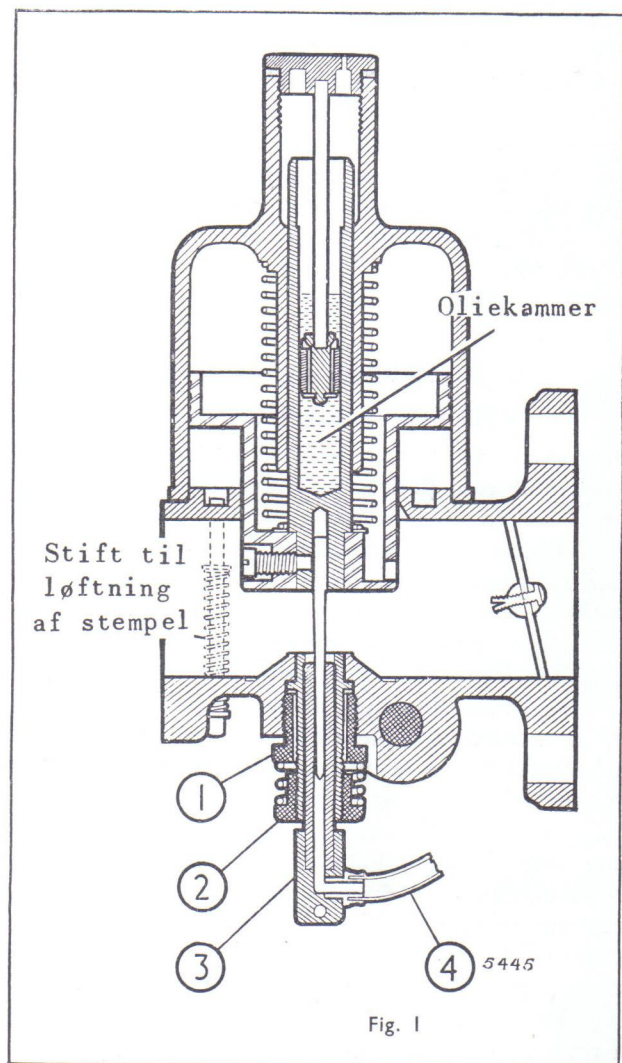
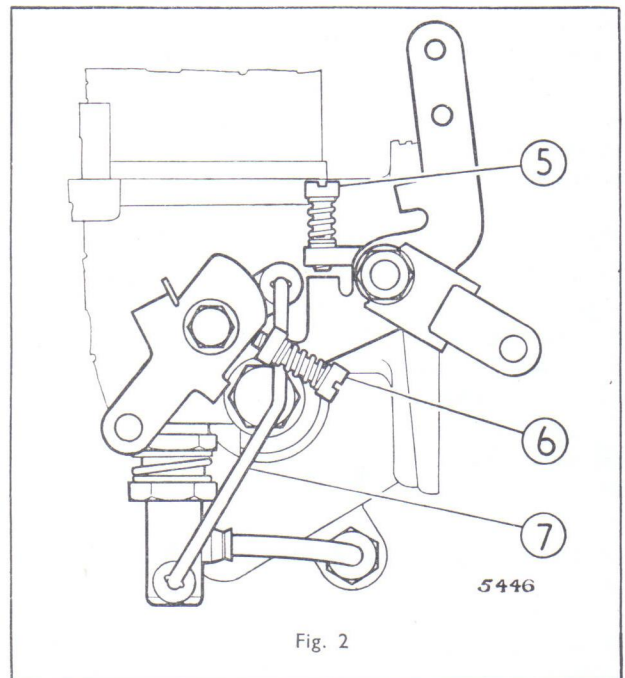

Fig. 1
Fig. 2
Idet man går ud fra, at nålen er den korrekte i henhold til fabrikkens forskrifter, er det kun tomgangen, man skal justere, når karburatoren skal indstilles, og dette gøres ved at bevæge tomgangsskruen (5. fig 2) og justeringsmøtrikken (2. fig. 1), men før man går i gang med en justering, er det vigtigt, at motoren har opnået sin normale arbejdstemperatur.
Tomgangsskruen (5. fig. 2) skal indstilles således, at man får en hurtig, jævn tomgang (som senere kan reduceres, efter at strålerøret er blevet justeret), derefter justeres strålerørsmøtrik (2. fig. 1) for den givne stilling af tomgangsskruen (5. fig. 2).
Når den korrekte blanding således er fundet, vil motoren muligvis gå hurtigere i tomgang. Det vil derfor være nødvendigt at skrue tomgangsskruen (5. fig. 2) en smule ud for at nedsætte tomgangshastigheden.
Hvis retur fjederen for strålerøret midlertidigt har været fjernet for lettere at komme til at justere møtrikken for strålerøret (2. fig. 1), bør man være opmærksom på, at strålerørets bryst altid ligger hårdt an mod møtrikken (2. fig. 1).
Træk chokerknappen på instrumentbordet så langt ud, uden at strålerøret bevæges (1 eller 2 hak) og juster så chokerknastens skrue (6. fig. 2) til en hastighed af ca. 1000 omdrejninger pr. minut med varm motor.
Lad motoren arbejde, til den har opnået sin driftstemperatur og tag så luftfiltrene af. Slæk trækarmene på forbindelsesstangen mellem gasspjældakslerne. Skru tomgangs-reguleringsskruerne (5 på fig. 2) så langt ud, at gasspjældene lukker helt, og lad dem derpå åbne ved at dreje skruerne $1\frac{1}{2}$ omgang ind.
Afmonter vacuumklokke og -stempel samt chokerkablet (et stramt kabel vil påvirke vippearmen). Drej derpå strålerørets indstillingsmøtrik (2 på fig. 1), indtil strålerørets munding står i plan med »broen« eller så nært i plan med »broen« som muligt, således at
strålerørene i begge karburatorer står ens i forhold til »broen«. Monter vacuumstempler og vacuumklokker igen og kontroller, at alle stempler kan falde frit og uhindret ned mod broen (ved hjælp af de fjederbelastede løftestifter). Drej derefter strålerørets indstillingsmøtrik to hele omdrejninger nedad (svarende til 12 flader på møtrikken). Start motoren igen og juster tomgangs-reguleringsskruerne (5 fig. 2), indtil den ønskede tomgangshastighed er nået (angivet af ladelampen). Husk at hver tomgangsskrue skal drejes nøjagtig lige meget. Ved derefter at lytte til den hvislende støj i indsugningen og samtidig justere på tomgangsskruerne, indtil lyden er ens i begge indsugninger, kan man synkronisere gasspjældene.
Når synkroniseringen af gasspjældene er i orden, skal blandingen indstilles ved at skrue begge strålerørs indstillingsmøtrikker lige meget op eller ned, indtil man har fundet den hurtigste jævne tomgangshastighed uden udsættere. Da det ved justering af blandingen er nødvendigt, at strålerøret ligger godt an mod indstillingsmøtrikken, må man samtidig med justeringen trykke strålerøret opad. Efter indstilling af blandingen er det muligt, at motoren i tomgang kommer højere op i omdrejninger. I så fald må tomgangsskruerne (5 på fig. 2) skrues en smule tilbage – begge to lige meget – for at nedsætte tomgangshastigheden.
Monter chokerkablet igen og kontroller, at strålerørens bundstykker kommer helt op og ligger an mod undersiden af indstillingsmøtrikken, når chokerknappen på instrumentbrættet skubbes helt ind. Træk dernæst chokerknappen så langt ud, den kan komme, uden at strålerørene sænkes (ca. 1/2" = 10-12 mm eller 1-2 hak) og juster de to chokerknastskruer (6 på fig. 2) til ca. 1000 omdr./min., når motoren er varm.
- Afmonter chokerens forbindelse til strålerørets bundstykke (7 på fig. 2).
- Afmærk med en blyant eller farve den del af bundstykket, der vender mod karburatorens indsugning, så man er sikker på, at udskæringen i bundstykket kommer til at vende på samme måde, som det sad, da vippearmen (eller trækarmen) var på plads. Skru unionen, der holder nylonrøret fast på svømmerhuset, af og træk røret og strålerøret ud sammen. Afmonter justeringsmøtrikken (2 på fig. 1) og tag låsefjederen af. Skru så atter justeringsmøtrikken på og drej den så højt op, den kan komme, hvorefter strålerøret sættes op i den stilling, det havde før afmontering og opmærkning.
- Slæk nu den store monteringsmøtrik (1 på fig. 1) så meget, at strålerørets nederste styr kan drejes let med fingrene.
På karburatorer med chokerknast og trækarm til gasspjældet, skal chokerknastskruen (6 på fig. 2) have et spillerum på ca. $\frac{1}{64}$ " (0,4 mm) svarende til tykkelsen af et visitkort fra chokerknastens løfteflade, når motoren er varm og går i tomgang med lukket gasspjæld. Hvis der ændres ret meget på strålerørets justeringsmøtrik, vil det være nødvendigt også at efterjustere chokerknastskruen (6 på fig. 2).